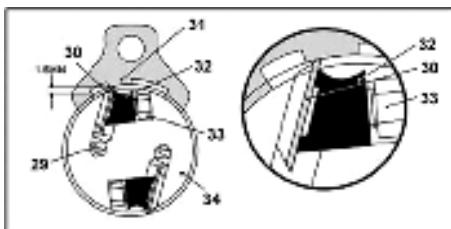

Рис.10
- 12.6.1. Ослабьте прижимную планку (32) и нож (30), вращая фиксирующие винты (33) по часовой стрелке, Рис. 10. Ножи (30) подпружинены и выйдут из паза, как только узел фиксации ослабнет.
- 12.6.7. Калибр (31) из комплекта поставки для установки строгальных ножей (30), Рис.10, плотно прижмите к строгальному валу (34). С помощью калибра (31) выпад ножей (30) устанавливается приблизительно на 1,5 мм.